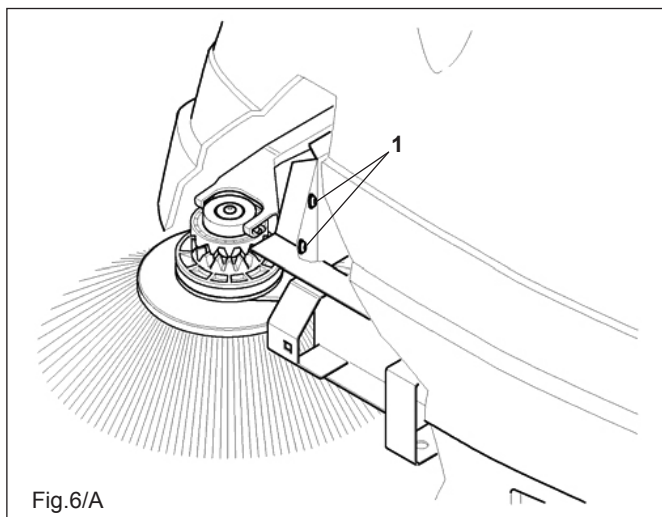

Fig.6/A
El cepillo lateral se regula aflojando los tornillos **pos.1 Fig. 6/A** y colocando manualmente el cepillo a lo largo de las ranuras hasta llegar a la altura deseada. Una vez que se ha determinado la altura, apriete los dos tornillos.
Sustitución (Fig.6/C)